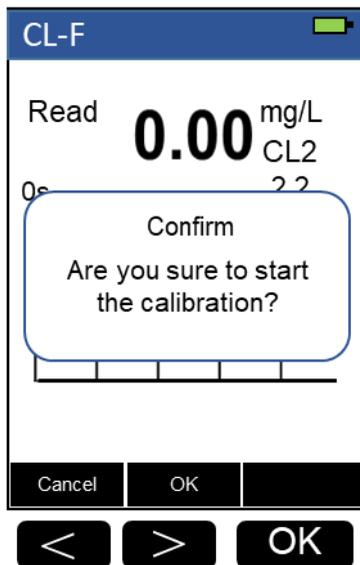

图 13: 斜率校准
2. 如果测量值不同于已知标准，请按下 Cal / Sys 按钮，然后选择斜率校准按钮 **Slope-C** 进入校准屏幕，如图 13 所示。
2. 如果测量值与已知校准标准液浓度不同，按 **Cal/Sys** 按钮，选择高标定按钮 **Cal-H**，进入标定界面，如图 13 所示。